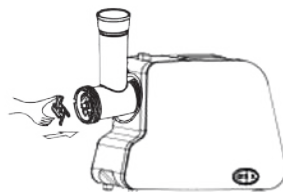

рис. 3
7.1.3 Поместите нож на шнек плоской стороной в направлении, противоположном от шнека, как указано на рис. 3.